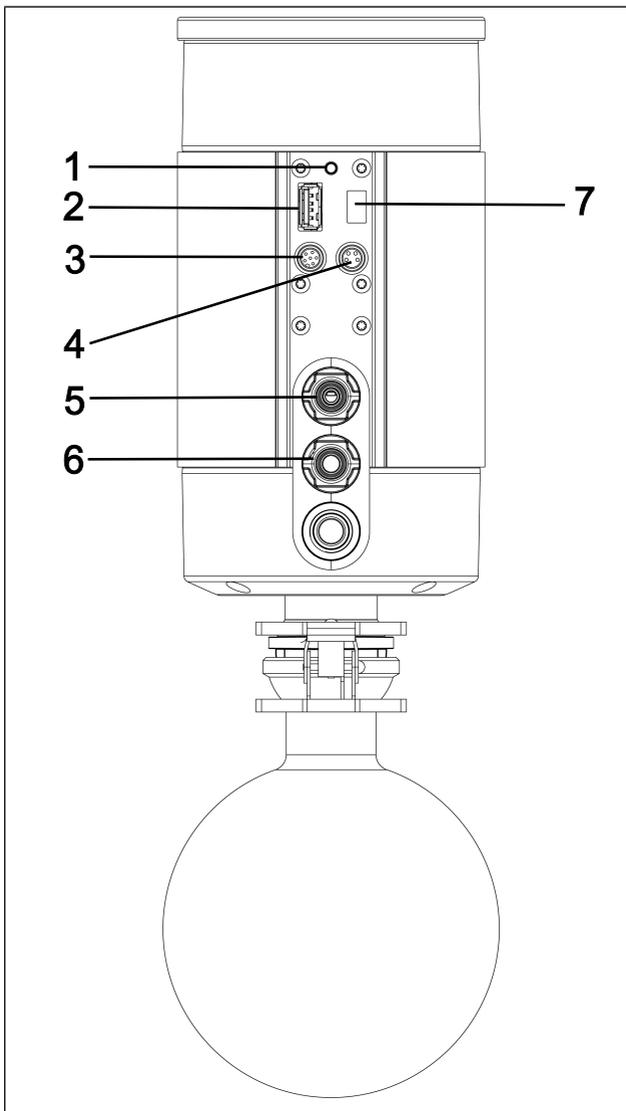

Abb.23: Abscheider SC
Wird am Vakuumsystem die Paging-Taste (Abb. 23/1) ca. 5 Sekunden lang gedrückt, antwortet das Handterminal auf die Paging-Taste des Vakuumsystems mit einem Signalton (siehe Kapitel 10.2 *Bedienung ohne Handterminal* [▶ 71]).
3. Drücken Sie an der Pumpe die Pairing-Taste (Abb. 23/1) ca. 10 Sekunden lang.
Bei abgenommenem Handterminal kann folgende Aktion direkt am Vakuumsystem vorgenommen werden (Abb. 23):